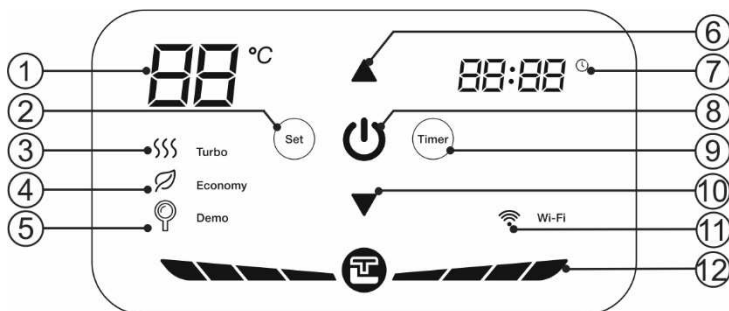

Рисунок 3. Панель управления
Рисунок 3: 1 – указатель температуры, 2 – кнопка «Set», 3 – индикатор «Turbo», 4 – индикатор «Economy», 5 – индикатор «Demo», 6 – кнопка «▲», 7 – указатель времени, 8 - кнопка «I/O», 9 – кнопка «Timer», 10 – кнопка «▼», 11 – индикатор «Wi-Fi» (опционно для моделей Wi-Fi), 12 – индикатор нагрева.
Включение/выключение ЭВН осуществляется кнопкой «I/O» на панели управления (Рис. 3, п.8), при этом на светодиодный индикатор показывает заданную температуру нагрева. Режим «Turbo» включается автоматически, при этом максимальная мощность составляет 2000 Вт. В процессе эксплуатации ЭВН потребитель может выбирать температуру нагрева при помощи двух клавиш «▲» «▼» (Рис. 3, п.6 и п.10). При кратковременно нажатии клавиш значение температуры будет изменяться на 1 градус в секунду, при долговременном нажатии – на 5 градусов в секунду. Диапазон регулировки температуры составляет от 30°C до 75°C, а температура по умолчанию составляет 75°C. Нажмите кнопку «Set», чтобы переключить ЭВН в экономичный режим «Economy». При переходе в экономичный режим включается индикатор экономичного режима, и температура будет заблокирована на значении 55°C при мощности нагрева 1300 Вт. В экономичном режиме температуру нельзя регулировать вручную. Нажмите кнопку «Set» снова, чтобы выйти из экономичного режима.
1. Установка времени включения. Указатель времени (Рис. 3, п.7) должен светиться. Нажмите кнопку «Set», установите значение ЧАСЫ с помощью кнопок «▲»
«▼» (Рис. 3, п.6 и п.10). Кратковременное нажатие изменяет значение +1/-1, длительное нажатие - +5 /-5. Диапазон значения ЧАСЫ: 0-23. Повторно нажмите «Set», установите значение минуты таким же способом.
2. Установка времени выключения. После установки времени включения нажмите кнопку «Set», иконка должна мигать. Нажмите кнопку «Set», установить значение ЧАСЫ с помощью кнопок «▲» «▼» (Рис. 3, п.6 и п.10). Кратковременное нажатие изменяет значение +1/-1, длительное нажатие - +5 /-5. Диапазон значения ЧАСЫ: 0-23. Повторно нажмите «Set», установите значение минуты таким же способом.
3. При установке значения ЧАСЫ таймер отключится, если кнопок «▲» «▼» (Рис. 3, п.6 и п.10) не касаться более 5 секунд.